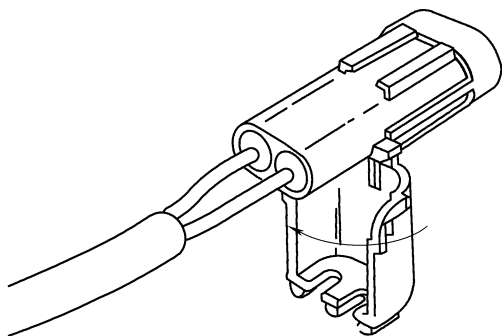

图 6-26 将导线锁紧在插头体上
⑪ 关闭导线锁并将导线锁紧在插头体上，如图 6-26 所示。